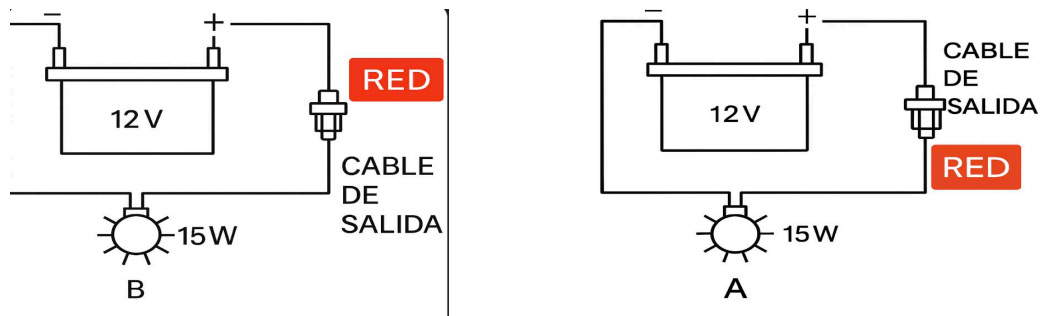

Fig. 6-31 Prueba de las células rectificadoras de silicio en la base del componente
③ Compruebe el cepillo. El cepillo puede moverse hacia arriba y hacia abajo en el orificio de soporte sin atascarse. El cepillo y el anillo colector deben tener un contacto curvado para prolongar la vida útil del anillo colector. El cepillo es DS-4. Si la escobilla está demasiado desgastada, debe sustituirla.
④ Compruebe la célula rectificadora de silicio. Utilice un circuito en serie formado por una batería y un 12 V y 1. Bombilla de 5 W para probar los componentes (véase la fig. 6-31).